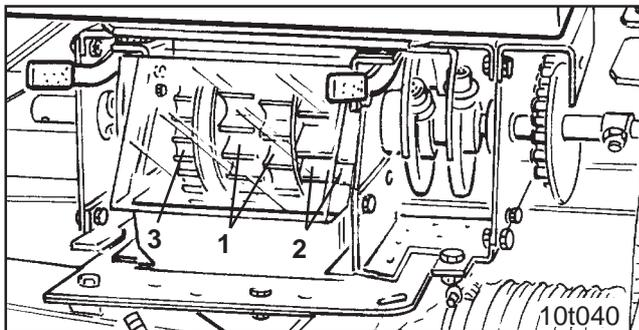

Fig. 15.1
- ein weißfarbenedes Hauptsärad (Fig. 15.1/1)
- ein orangefarbenes Hauptsärad (Fig. 15.1/2)
- ein rotschwarzfarbenes Feinsärad (Fig. 15.1/3).